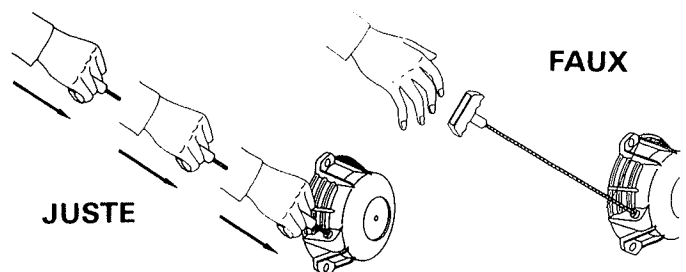

Fig. 3
- b) Au moyen du réenrouleur : tirer énergiquement sur la corde. Après avoir tiré la poignée, ne pas la lâcher, mais l'accompagner jusqu'au support (voir fig. 3). Si le réenrouleur ne fonctionne pas, déposer ce dernier, le moteur peut alors être lancé au moyen de la corde.